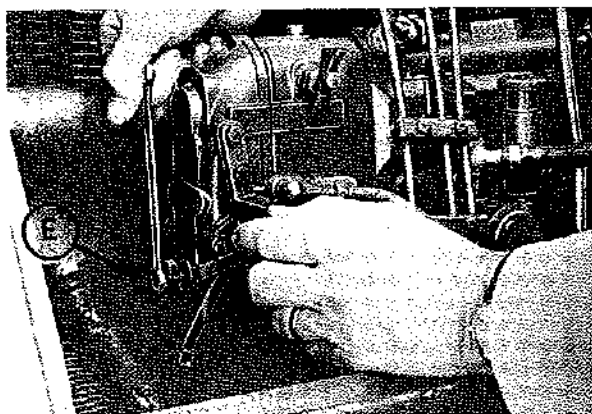
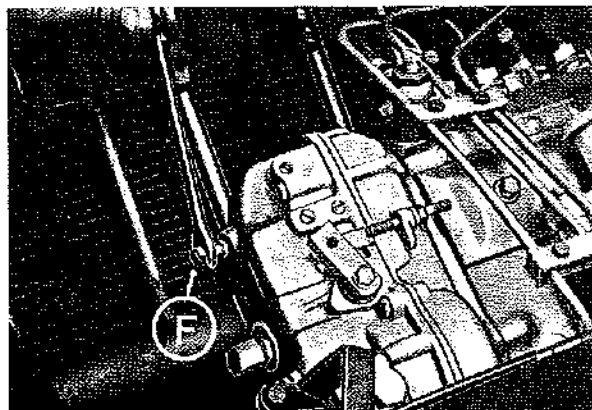

Fig. 108
Fig. 109
- Verificare con motore in moto che il regime minimo del motore sia 500 ÷ 600 giri/1' ed eventualmente registrare agendo sulla vite E (Fig. 108 - Pompe VM) e sulla vite F (Fig. 109 - Pompe BOSCH).